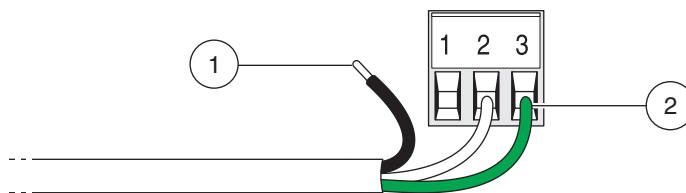

Рисунок 24 Подготовка проводных соединений
2. Очистите изоляцию на концах сетевого кабеля. Очистите изоляцию провода на четверть дюйма, как это показано на Рисунок 24.